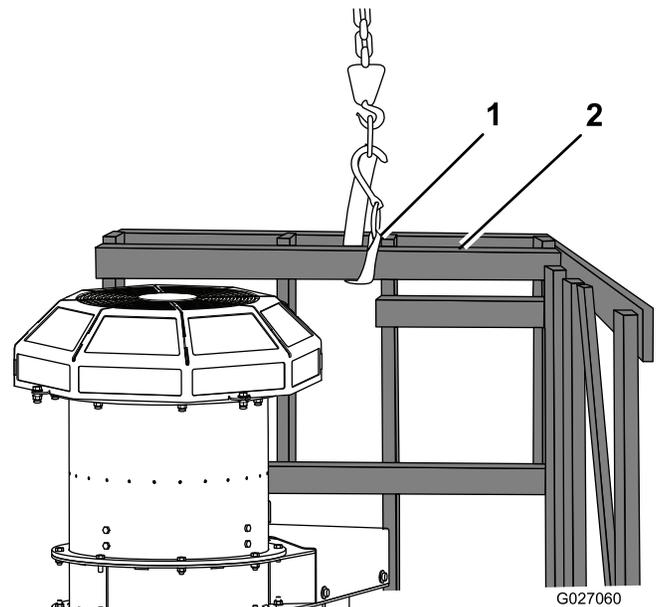

Bild 5
6. Befestigen Sie einen Heberiemens am oberen Ende des Anbaugeräts und heben Sie die Palette an, bis die Kiste und der Bläser vertikal sind (Bild 5).